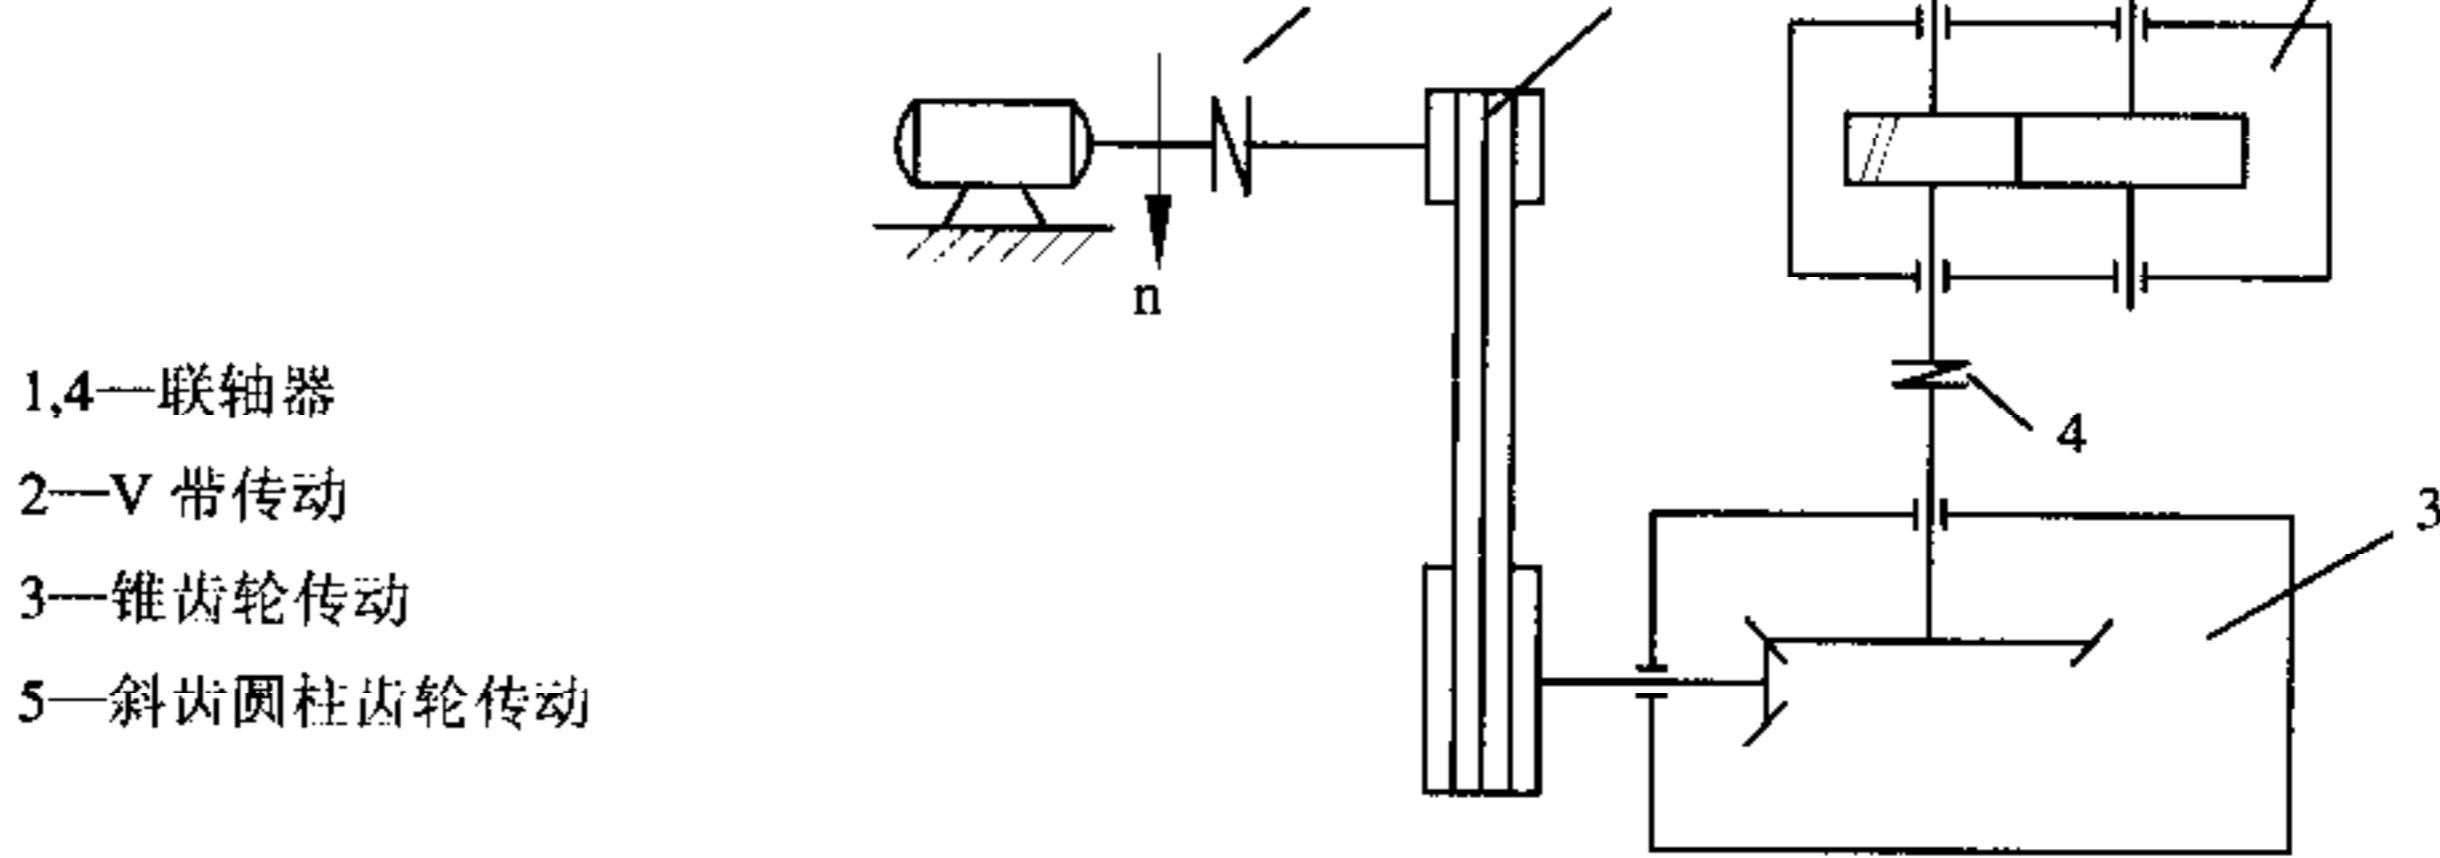

图 B.27
3. 按图 B.27 所示方案设计完成后, 若在安装时误用功率相同而转速大两倍的电动机, 试分析可能出现的问题。(图示中负载转矩  $T_w$  保持不变)